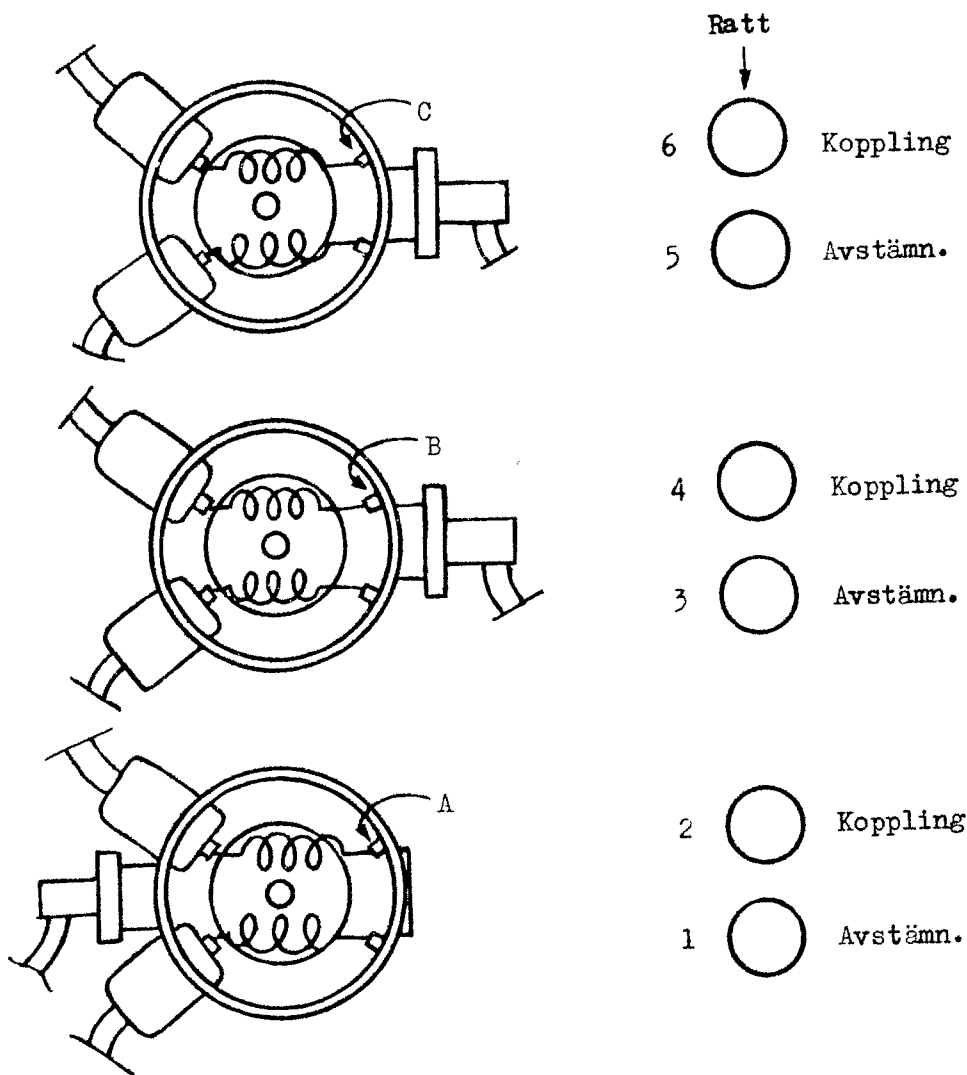

Fig 10.
22. Anslut provsladden till punkt B enl fig 10.
24. Anslut provsladden till punkt C enl fig 10.
29. Trimma med rattarna enl fig 10 tills max amplitud enl p 28 erhålls.
62. Anslut uteffektmetern till sändarens utgång och justera sändarens uteffekt till 5 KW med rattarna 4 och 6. Fig 10.